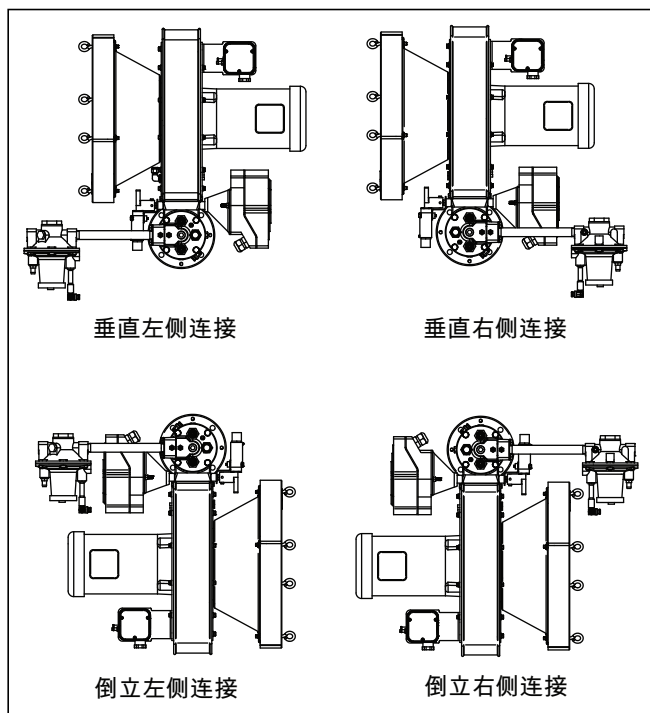

图 3.1. 配置选择和电机方向选择
- 燃料类型：热量值的变化，专门的比重以及专门的指数计量会影响燃烧器的运作。假如任何参数的变化超过图 3.1 规定的 $\pm 5\%$ ，请联系 Eclipse 公司以检查燃料的适用性。每一个 RatioMatic 燃烧器性能数据，尺寸和规格的详情请参阅数据表 110-1 至 110-17。